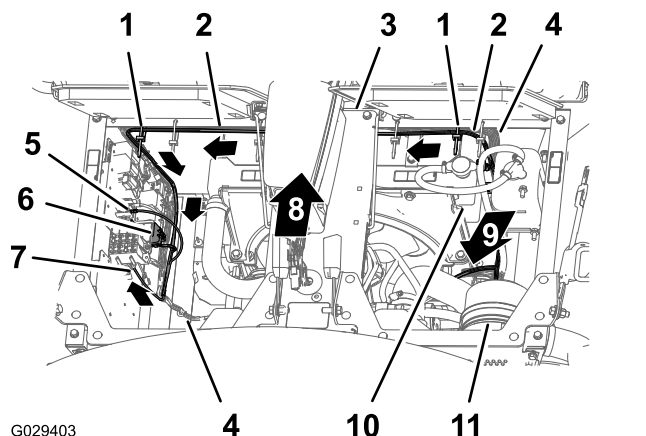

Figure 194
3. Acheminez la branche compartiment moteur de 197 cm du faisceau de câblage vers le bas le long du côté gauche du radiateur et le long du bas du panneau électrique (Figure 194).
4. Fixez le faisceau de câblage du kit de finition au faisceau de la machine à l'aide de 2 attache-câbles, comme montré à la Figure 194.